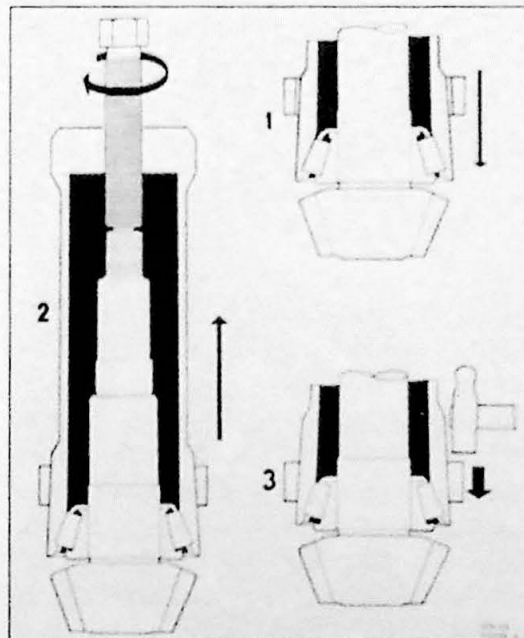
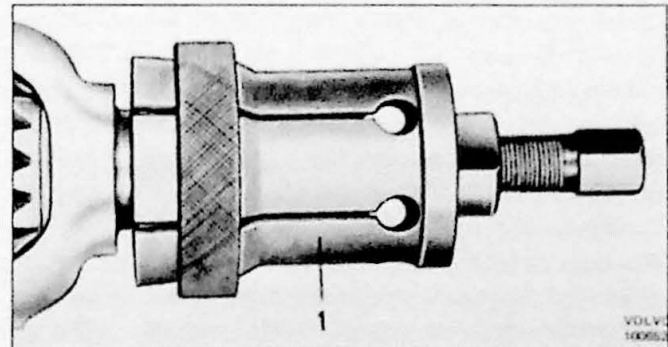

Fig. 9.19. Het aanbrengen van de trekker. 1. trekker wordt neergedrukt over de rollen, 2. rollen worden opgetrokken, 3. borgring wordt vastgetikt
Fig. 9.21. Demontage van differentieel-huislager. 1. trekker voor type 23 (SVO 2567), overige typen: SVO 2483
De trekker wordt op de volgende wijze aangebracht: Schuif de trekker neer over de rollen en druk de borgring neer. Trek hierna de trekker aan tot de rollen met de ene kant op de binnenbaan en met de andere kant op de trekker liggen. Klop op de borgring met een hamer (3, Fig. 9.19).
3. Trek de differentieelhuislagers uit met trekker SVO 25657 voor type 23 en SVO 2483 voor de overige achterassen (Fig. 9.21). Zie Fig. 9.19 voor het aanbrengen van de trekker. Let op de afstelplaatjes.